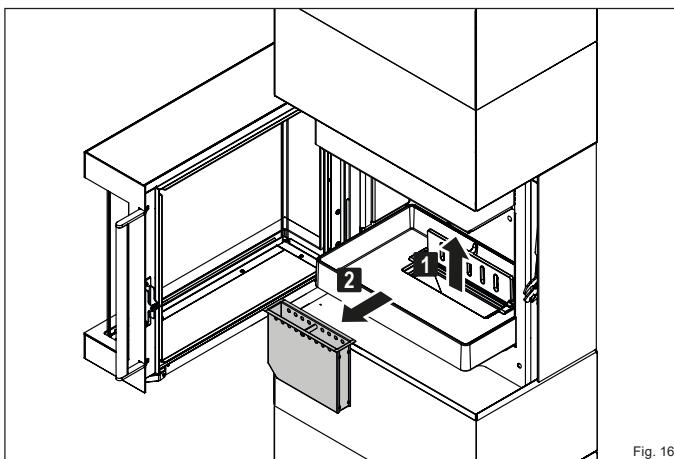

Fig. 16
- ▶ Ôtez le bac à cendres du foyer (Fig. 16).
- ▶ Ôtez le bac à cendre du foyer (Fig. 16).